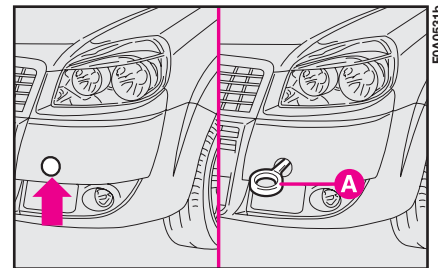

fig. 46
- 2) Togliere il coperchio sul paraurti, facendo leva con un cacciavite nel punto indicato dalla freccia **fig. 46**.
- 3) Avvitare a fondo l'anello **A-fig. 46** sul perno filettato.